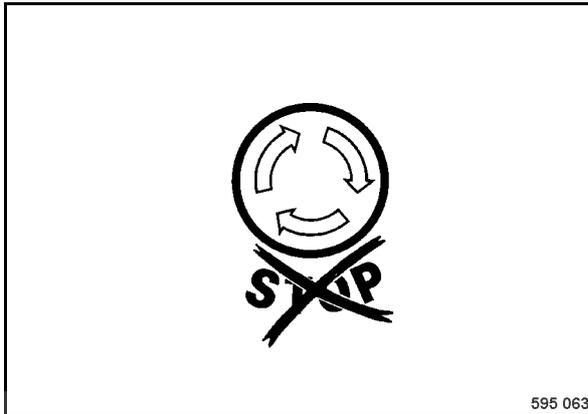

fig. 38
- S'assurer que l'interrupteur d'arrêt d'urgence (fig. 38) est déverrouillé.